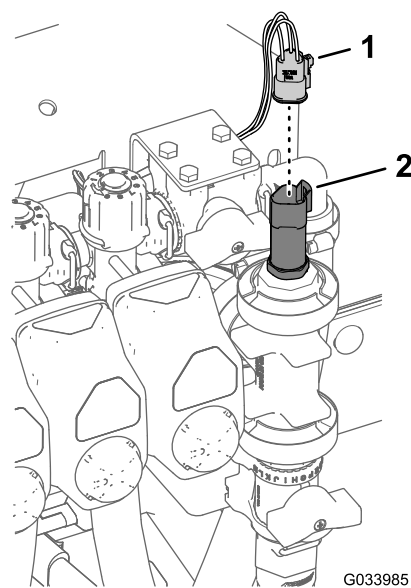

Figura 19
3. Montai consola supapei de control pe suportul colectorului (Figura 19) folosind 4 uruburi cu guler (6 x 16 mm) i 4 contrapiulie cu guler (6 mm); strângei uruburile la un cuplu de 10 până la 12 N·m.
5. Conectai conectorul cu 3 mufe pentru traductorul de presiune (Figura 19).